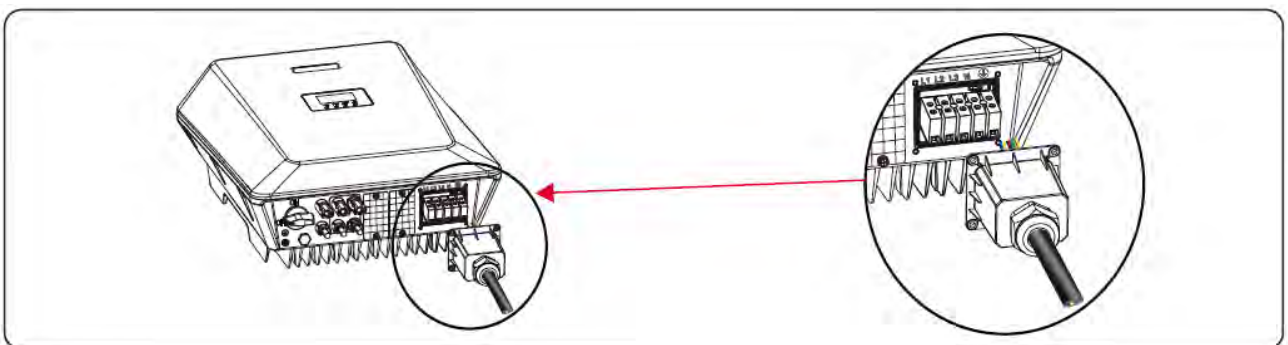

Figura 5.6 Gestione del cavo di uscita CA
**Fase 3** Inserire il filo di uscita CA attraverso la morsettiera impermeabile fino al connettore CA, riservando una lunghezza di cablaggio adeguata come indicato nella Figura 5.6.